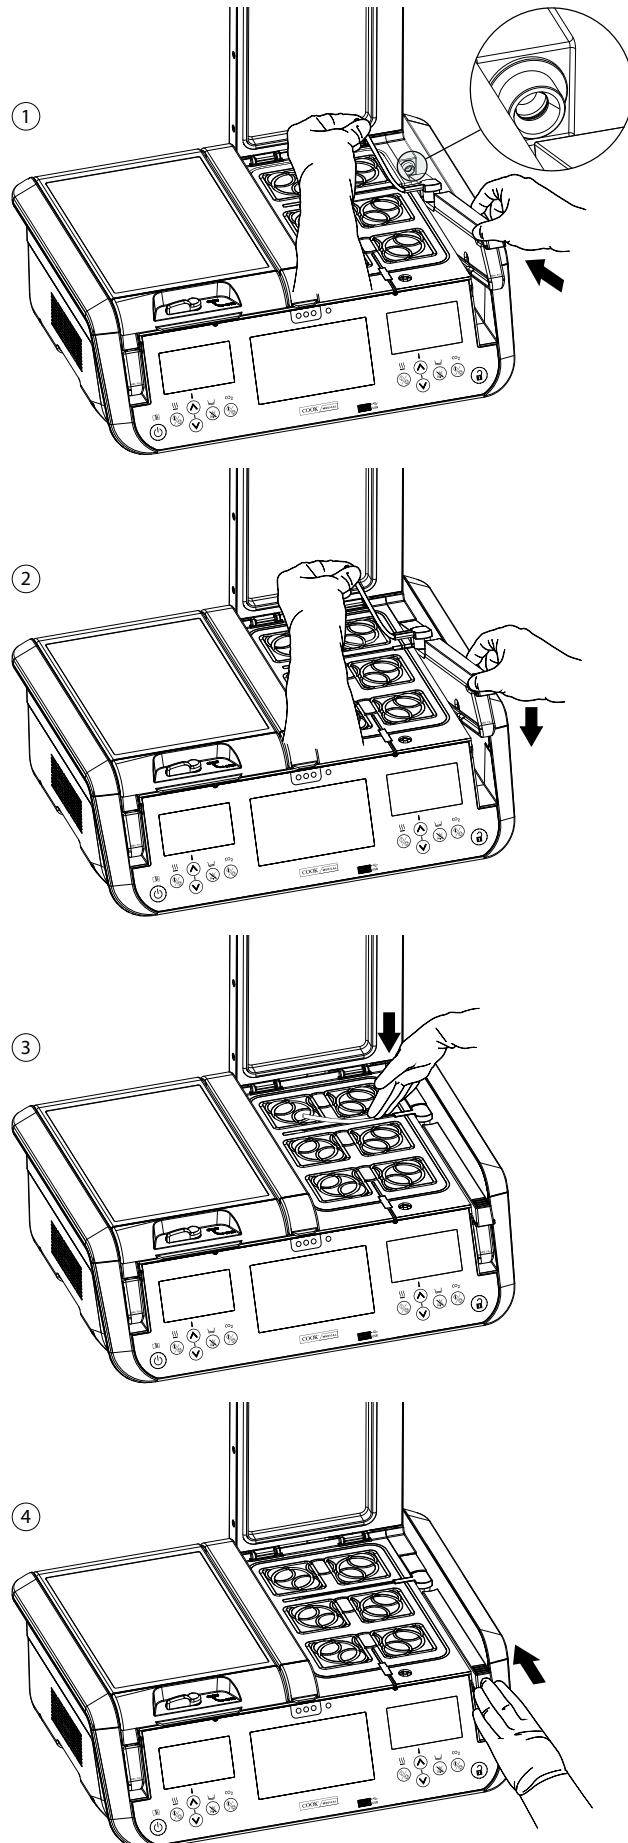

Figura 12: Pasos para la instalación del frasco humidificador
2. Sostenga el frasco humidificador en posición vertical, con la pieza en T del frasco orientada hacia la cámara en la que se montará el frasco. Mantenga el cierre superior hacia atrás. Mientras sostiene el extremo de la pieza en T del frasco lo más alto posible para evitar que el agua se derrame, inserte el frasco en el hueco del frasco humidificador (FH) en un ángulo de 10-15 grados, colocando el recipiente del precinto del FH sobre la boquilla de gas del hueco del FH, situada en su parte posterior (vea la **Figura 12**).